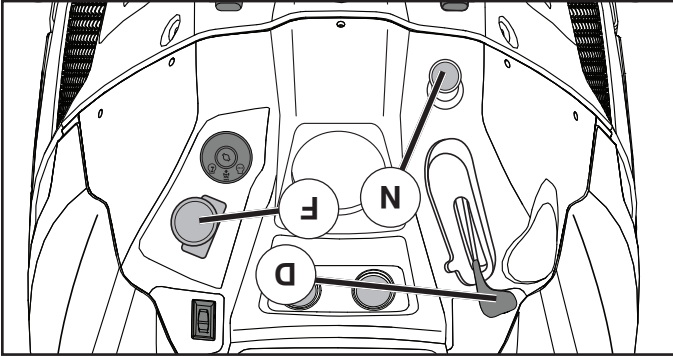

Fig. 19
POUR UTILISER L'ÉTRANGLEUR (N) (Voir la Fig. 19)
- Pour EMBRAYÉE l'étrangleur (N), tirez du bouton. Poussez lentement le bouton pour dégager l'étrangleur.
POUR UTILISER LA COMMANDE DES GAZ (D) (Voir la Fig. 19)